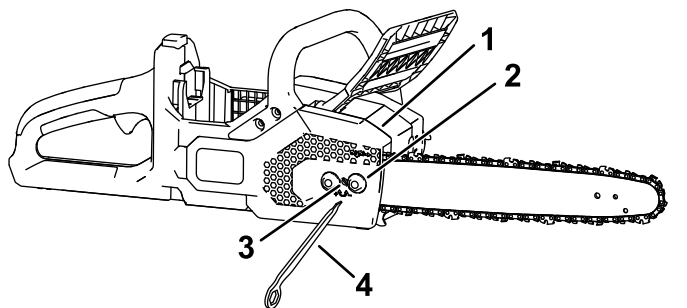

Figure 28
5. À l'aide de l'outil multifonction, desserrez les écrous captifs du couvercle latéral, mais laissez le couvercle en place (Figure 28).
7. À l'aide de l'outil multifonction, ajustez la tension de la chaîne, puis fixez le couvercle latéral sur la tronçonneuse en serrant les écrous captifs (Figure 28).
2. Déposez le couvercle latéral en desserrant les 2 écrous captifs de fixation (Figure 28).
3. Détendez la chaîne en tournant la vis de tension dans le sens antihoraire (Figure 28).